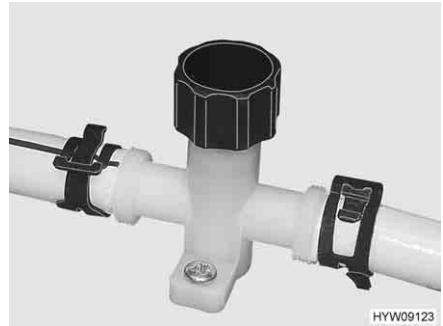

Fig. 167 Rubinetto di scarico (tubatura dell'acqua)
- Chiudere i rubinetti di scarico (Fig. 168 e Fig. 167). Chiudere i coperchi in senso orario oppure posizionare la leva a bilanciere in posizione orizzontale. L'ubicazione delle valvole di sicurezza/di scarico e dei rubinetti di scarico è riportata al paragrafo 10.6, alla fine di questo capitolo.